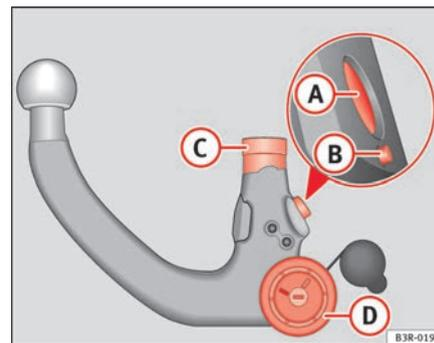

Fig. 158 Dispositif d'attelage amovible : boule d'attelage
- Vérifiez l'état et la propreté de la boule d'attelage au niveau du pivot de verrouillage (A), du pivot de déclenchement (B), de la tige d'introduction (C) et de la molette (D) ⇒ page 207, fig. 158.